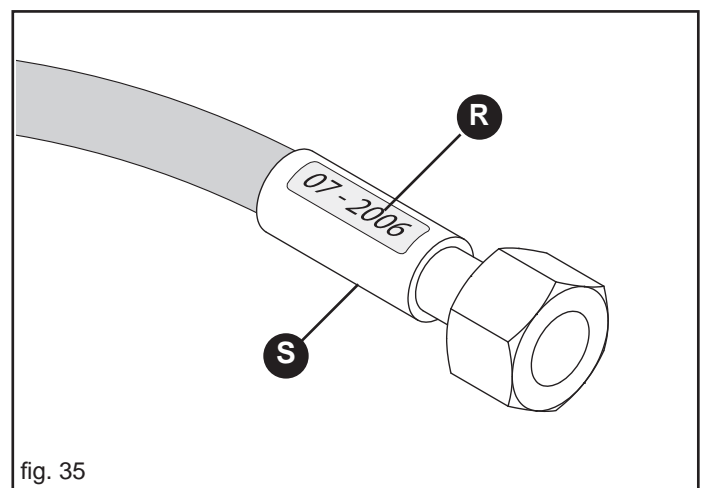

fig. 35
- pérdidas en proximidad de la armadura del tubo (S, Fig. 35);
- corrosión de la armadura (S, Fig. 35);
- al superar los 5 años de vida (R, Fig. 35).